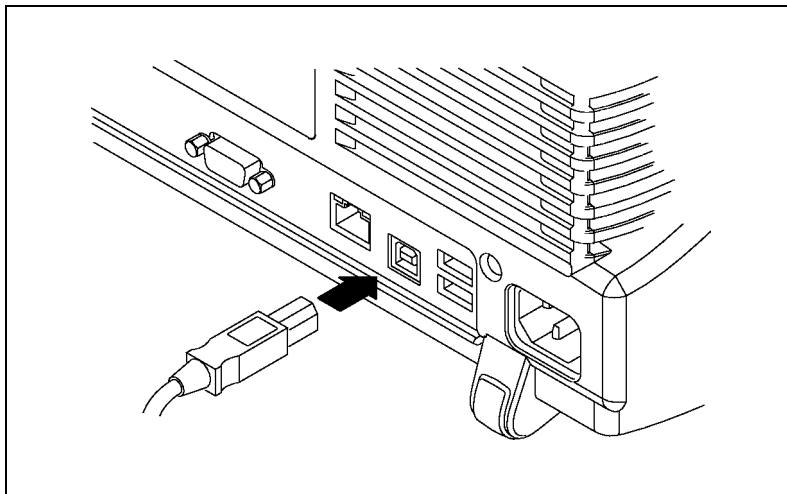

図 3-1 DPO4000 の USB 接続
2. 図 3-1 のように、USB デバイスカーブルを使用し、デバイス側のタイプ B コネクタを Tektronix DPO4000 シリーズオシロスコープの背面にある USB デバイSPORT に接続します。ホスト側のタイプ A コネクタをコンピュータに接続します。